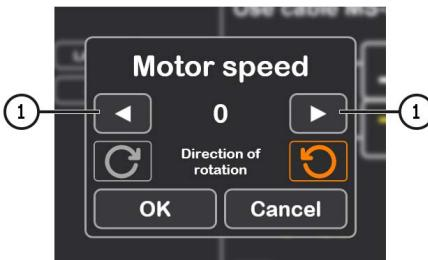

Рисунок 22
- Після активації режиму діагностики відкриється вікно попередньої перевірки генератора див. рис. 22.
- Після натискання на кнопку "Automatic test" з'явиться вікно попередньої перевірки генератора, див. рис. 22.